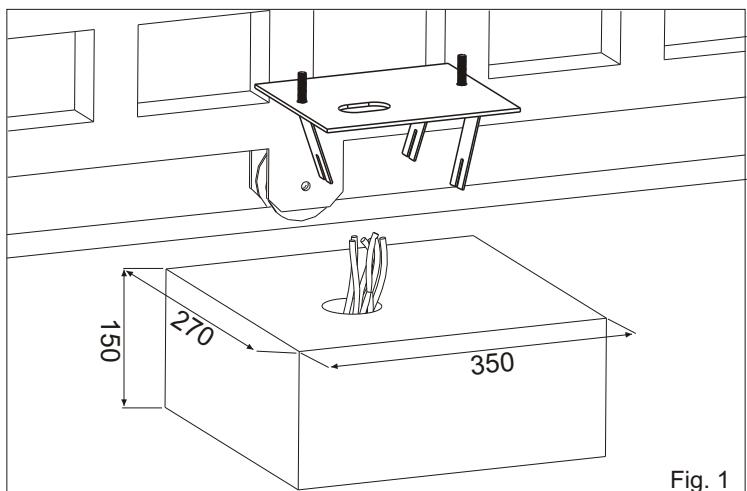

Fig. 1
- 2.1. Predisponer según la medida indicada en la Fig. 1 una plazoleta de cemento dentro de la cual vendrá murada una placa de fundación y los pernos de anclaje N.B. Es oportuno, cuando la estructura de la cancela lo permite, levantar la placa del pavimento al menos de 50 mm. para evitar eventuales retenciones de agua.